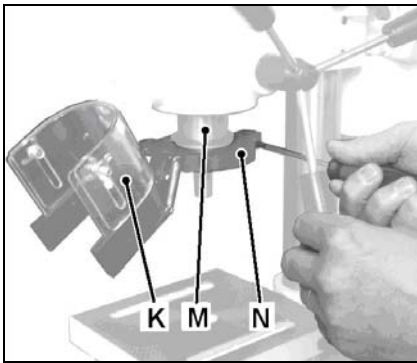

Рис.2
Установите защиту патрона (K, Рис. 2) на сверлильную пиноль (M), прежде чем монтировать патрон.